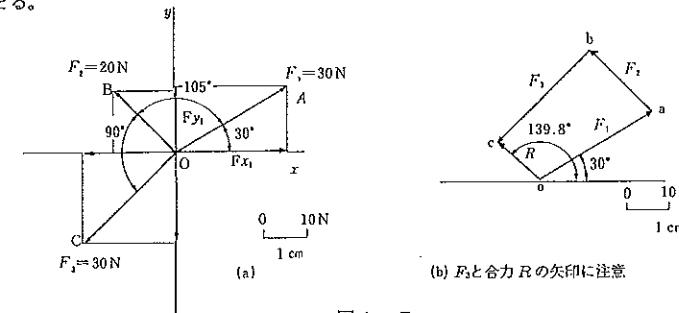

図1-7
**例題1-1** 図1-7(a)に示すO点を、着力点とする3力  $F_1$ 、 $F_2$ 、 $F_3$  を合成せよ。